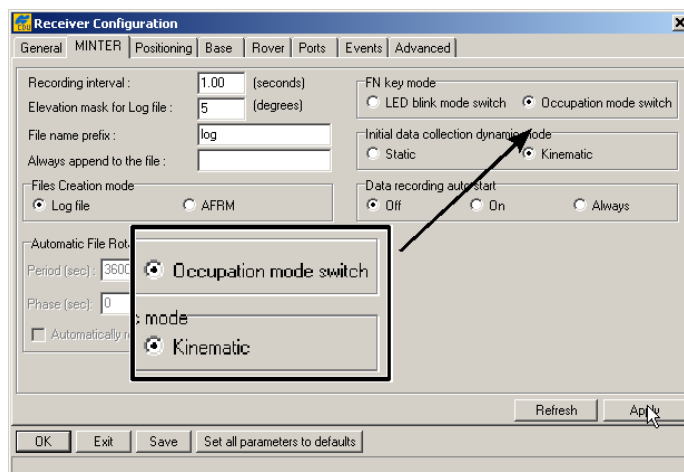

Рисунок 3-5. Конфигурация MINTER подвижной станции
2. Выберите пункт меню **Configuration > Receiver > MINTER** и задайте перечисленные ниже параметры, после чего щелкните на кнопке *Apply* (Применить), см. рис. 3-5: